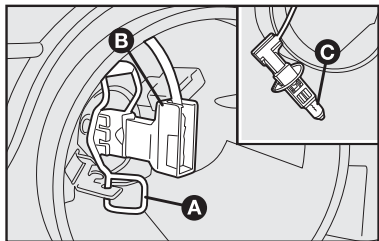

fig. 16
- desligar o conector elétrico **B-fig. 16**;
- desenganchar a mola do bloqueador da lâmpada **A-fig. 16**, pressionando-a no sentido da frente do veículo e empurrando-a para o lado direito;